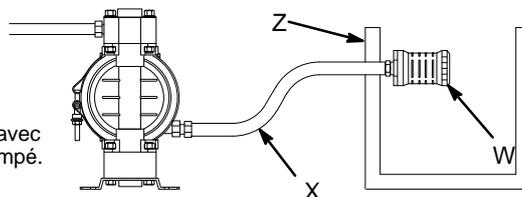

Fig. 2
Une vanne d'air principale de type purgeur (B) doit être montée sur votre système afin de libérer l'air prisonnier entre cette vanne et la pompe. Consultez la fig. 2. Cet air prisonnier peut provoquer un cycle inattendu de la pompe, provoquant ainsi des blessures graves, y compris des projections dans les yeux ou sur la peau, des blessures dues à des pièces en mouvement ou une intoxication due aux produits dangereux.
1. Installez les accessoires de la conduite d'air comme indiqué dans la fig. 2. Fixez ces accessoires au mur ou sur un support. Assurez-vous que la conduite d'air alimentant ces accessoires est conductrice.
- a. La pression du fluide peut être contrôlée de l'une des deux façons suivantes. Pour le contrôle côté air, installez un régulateur d'air (G). Pour le contrôle côté fluide, installez un régulateur de fluide (J) à proximité de la sortie de fluide de la pompe (référez-vous à la fig. 2).
- b. Placez la vanne d'air principale de type purgeur (B) tout près de la pompe et utilisez-la pour relâcher l'air prisonnier. Lisez la **MISE EN GARDE** ci-dessus. Placez l'autre vanne d'air principale (E) en amont de tous les accessoires de la conduite d'air et utilisez-la pour les isoler pendant le nettoyage et les réparations.
- c. Le filtre sur la conduite d'air (F) élimine les poussières nuisibles et l'humidité de l'alimentation en air comprimé.
2. Installez un flexible d'air conducteur (C) entre les accessoires et l'entrée d'air 1/4 npt(f) de la pompe. Utilisez un flexible d'air avec un diamètre intérieur d'au moins 6,3 mm (1/4 po.). Vissez un raccord rapide (D) de conduite d'air sur l'extrémité du flexible d'air (C), et vissez fermement le raccord d'accouplement dans l'entrée d'air de la pompe. Ne branchez pas encore le raccord (D) sur l'accouplement.
Une vanne de vidange de fluide (H) est nécessaire dans votre système pour dépressuriser la conduite si elle est bouchée. Consultez la fig. 2. La vanne de vidange diminue le risque de blessure grave, y compris de projections dans les yeux ou sur la peau, ou d'intoxication par des produits dangereux lors de la décompression. Installez la vanne à proximité de la sortie de fluide de la pompe.
1. Utilisez des flexibles pour fluides conducteurs (K). La sortie de fluide de la pompe mesure 12,7 mm (1/2 po.) ou 19,05 mm (3/4 po.). Vissez fermement le raccord dans la sortie de pompe. **Ne serrez pas excessivement.**
2. Installez un régulateur de fluide (J) sur la sortie de fluide de la pompe pour contrôler la pression de fluide, si vous le souhaitez (référez-vous à la Fig. 2). Consultez la rubrique **Conduite d'air**, point 1a, pour voir une autre méthode de régulation de la pression.
3. Installez une vanne de vidange de fluide (H) à proximité de la sortie de fluide. Lisez la **MISE EN GARDE** ci-dessus.
Une membrane défectueuse provoquera l'échappement du fluide pompé en même temps que l'air. Placez un réservoir approprié à l'extrémité de la conduite d'échappement d'air pour récupérer le fluide. Consultez la fig. 2.
Consultez la rubrique **Ventilation de l'échappement d'air** de la fig. 2. Évacuez l'air vers un emplacement éloigné comme suit :
1. Retirez le silencieux (W) de l'orifice d'échappement d'air de la pompe.
2. Installez un flexible d'échappement d'air conducteur (X) et raccordez le silencieux à l'autre extrémité du flexible. La taille minimum du diamètre intérieur du tuyau d'échappement d'air est de 10 mm (3/8 po.). Si un flexible de plus de 4,57 m (15 pi.) est nécessaire, utilisez un diamètre supérieur. Évitez les angles trop aigus et les noeuds dans le flexible.
3. Installez un réservoir (Z) à l'extrémité de la ligne d'échappement d'air pour récupérer le fluide en cas de rupture de membrane. Consultez la fig. 2.
1. Fig. 2 et plans éclatés. Effectuez les étapes 1 à 8 de la rubrique **Démarrage et réglage de la pompe**.
2. Ouvrez le régulateur d'air (G).